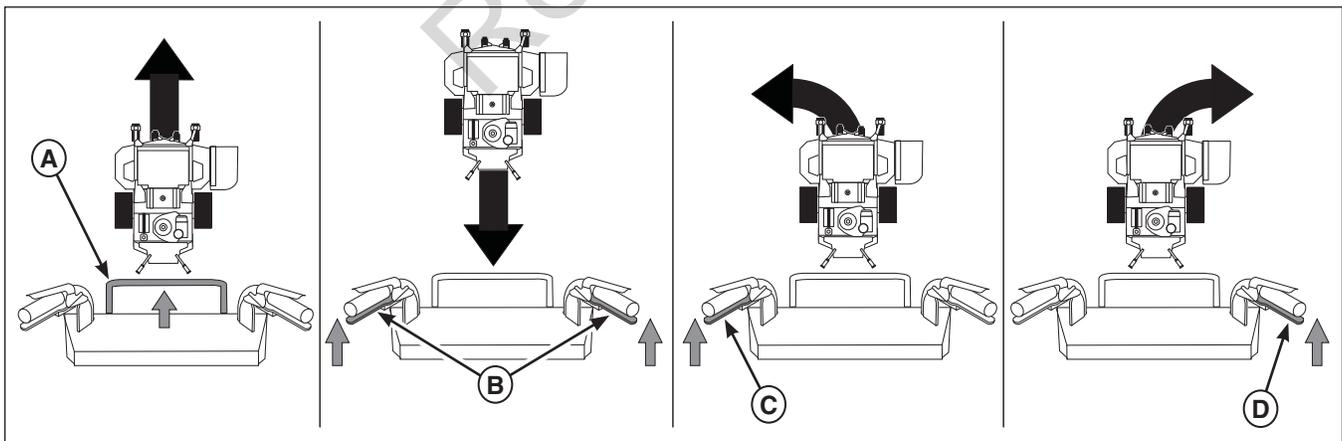

Figure 9. Conduite de la tondeuse
2. Déplacer délicatement le levier de régulation de vitesse en marche avant (**A**, **figure 9**) vers l'avant jusqu'à obtention de la vitesse désirée.